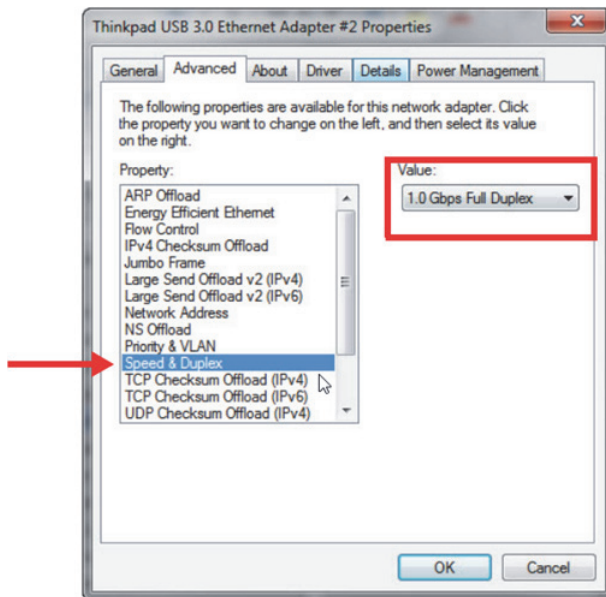

Figura 7-3 Configuración del parámetro Speed & Duplex (Velocidad y dúplex)
- En la pestaña **Advanced** (Avanzado), bajo el parámetro **Properties**, seleccione **Speed & Duplex** (Velocidad y dúplex); a continuación, el valor (**Value**) cambiará a **1.0 Gpbs Full Duplex** (1.0 Gpbs dúplex completo) o **Auto-Negotiation** (Negociación automática) [ver Figura 7-3 en la página 82].